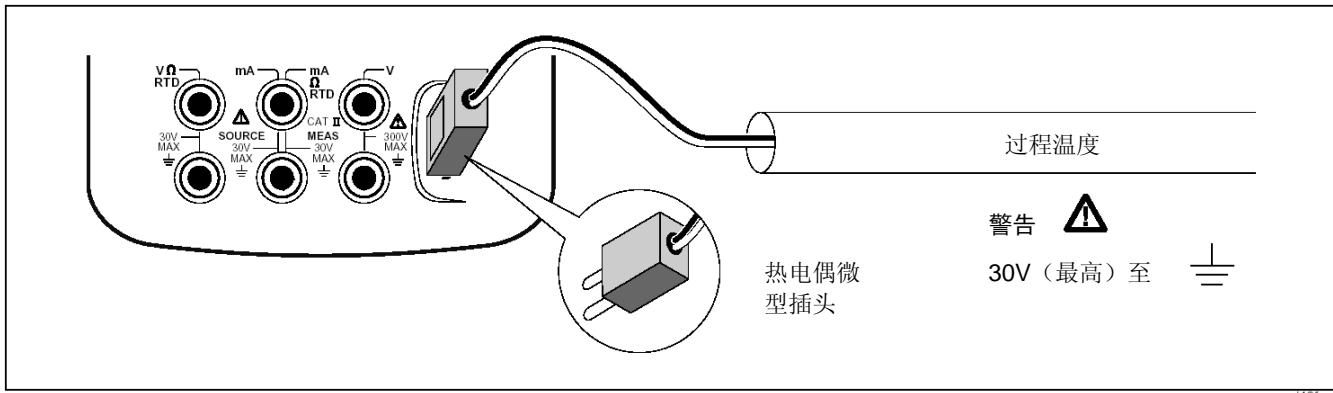

图 13 使用热电偶测量温度
1. 将热电偶导线连接至合适的热电偶微型插头，然后再连接至热电偶输入/输出，如图 13 所示。其中的一个插针要比另一个宽。不要尝试以错误的极性将微型插头强行插入。